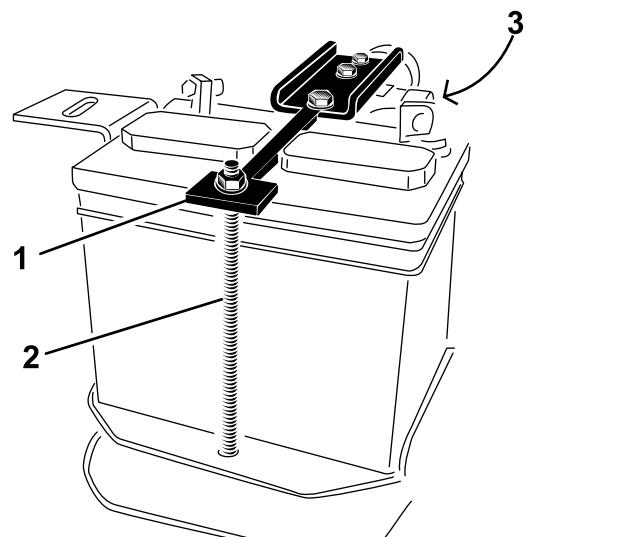

Bild 4
1. Befestigungsschraube (2)
4. Entfernen Sie die 2 Muttern, mit denen die Befestigungsbänder der Batterie befestigt sind, und legen Sie die Muttern, Scheiben, und das Schraubenrohr zur Seite (**Bild 4**).